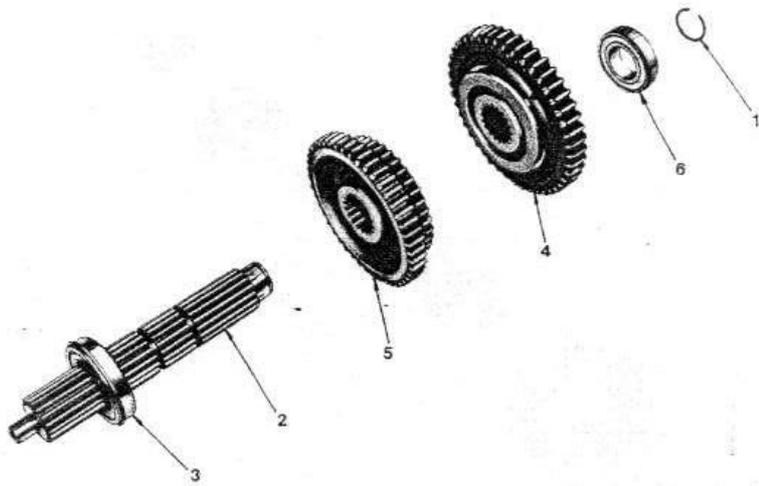

FIG. 8
- 1 - (figure 8) - Retirer le circlip (1) de l'arbre (2).
- 1 - (figure 8) - Disposer le roulement (6) dans son logement.
- 2 - Mettre en place les pignons (4) et (5) dans le carter.
- 3 - Introduire l'arbre de sortie avec le roulement (3) dans le carter et l'engager dans les pignons.
- 5 - Retirer le circlip du roulement (3) ; engager l'arbre à fond afin de permettre la mise en place du circlip (1).
- 7 - Monter le circlip (1) sur l'arbre.